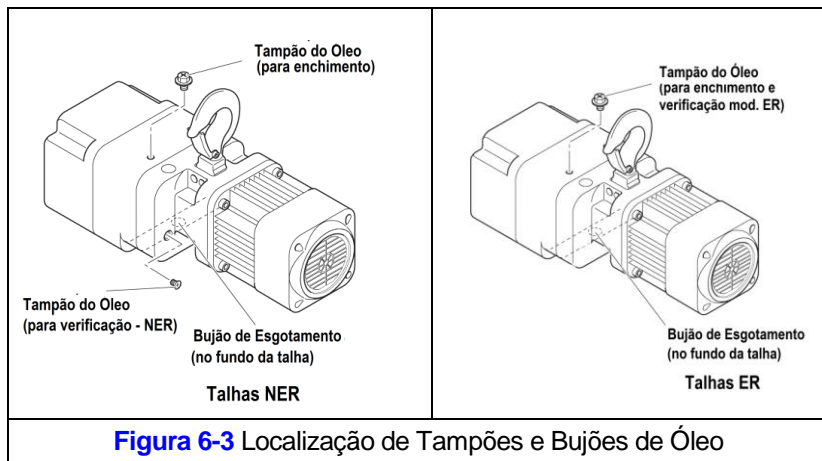

Figura 6-3 Localização de Tampões e Bujões de Óleo
6.3.3 **NÍVEL DE ÓLEO DAS TALHAS NER** – Em talhas equipadas com Embreagem a Fricção, o nível de óleo pode ser verificado removendo o tampão de óleo que fica no lado da talha, como mostrado na Figura 6-3 para talhas NER. O nível de óleo deve estar ligeiramente abaixo do orifício do tampão, quando a talha está nivelada.
6.3.4 **NÍVEL DE ÓLEO DAS TALHAS ER** – Em talhas equipadas com Freio Mecânico de Carga e Embreagem de Fricção, o nível de óleo é verificado através do orifício de verificação de óleo que fica em cima da talha. **NÃO** remova o tampão de óleo lateral, pois o óleo estará mais alto do que o orifício e haverá vazamento de óleo. No caso das talhas ER, deve ser usada uma vareta para verificar o nível do óleo através do orifício superior, como mostrado na Figura 6-3. A Tabela 6-5 indica as distâncias do topo do corpo da talha até o óleo.